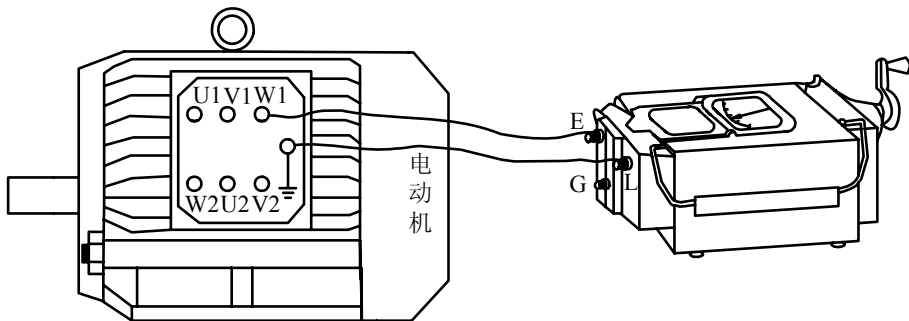

图 2-4
4. 如图 2-4 所示, 某同学测量重绕三相异步电动机的 W 相对地绝缘电阻, 将兆欧表和电动机接线完毕以后, 摇动手柄以 100r/min 的速度, 观察到兆欧表的绝缘电阻为 $1.1\text{M}\Omega$, 因此他认为测量合格。试指出测量过程中的错误之处。